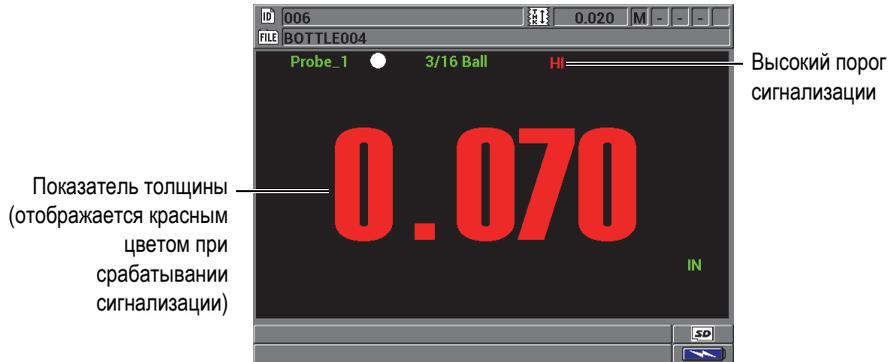

Рис. 5-5 Высокий порог сигнализации
- Индикатор сигнализации **HI** или **LOW** появляется в верхнем правом углу экрана измерения (см. Рис. 5-5 на стр. 106).